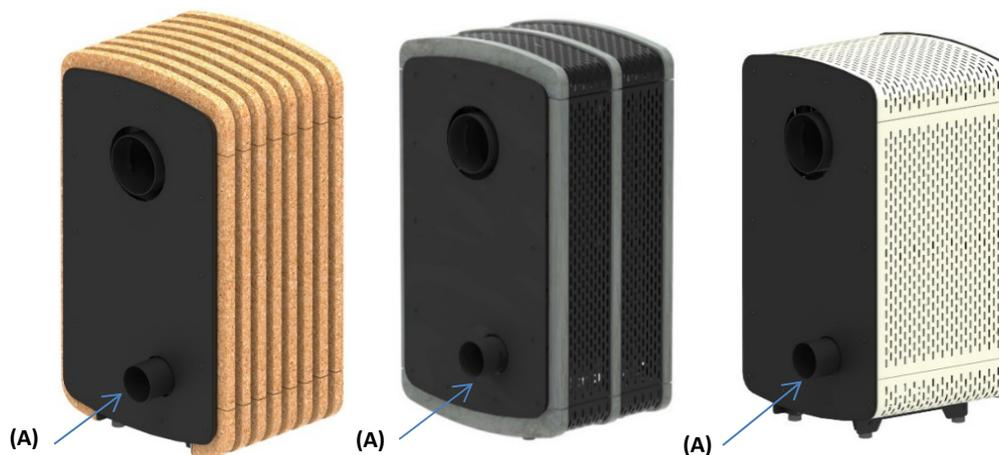

Figure 8 - Vue arrière de chaque modèle ; (A) Section à enlever pour entrée d'air externe
- 3- A l'arrière du poêle il est nécessaire d'ouvrir la section correspondant à l'entrée d'air extérieure, Figure 8. Pour ce faire, il suffit d'utiliser une pince coupante et d'éliminer les points d'union entre la section respective et l'habillage du poêle ;